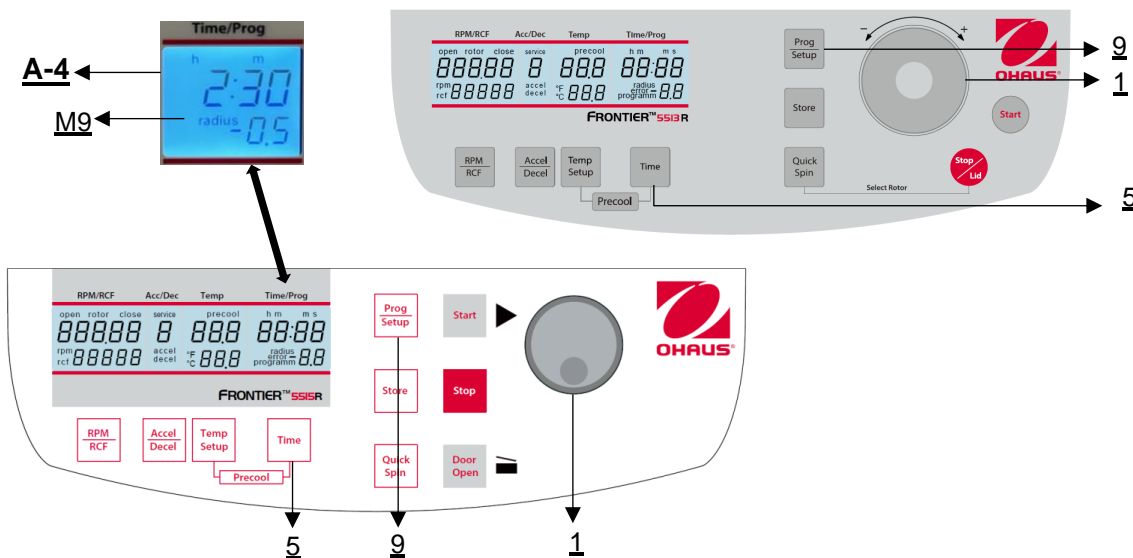

Figure 17
Fermer d'abord le couvercle de la centrifugeuse, puis appuyer simultanément sur les touches "**Time**" (5) et "**Prog/Setup**" (9) et les maintenir enfoncées (voir figure 17).